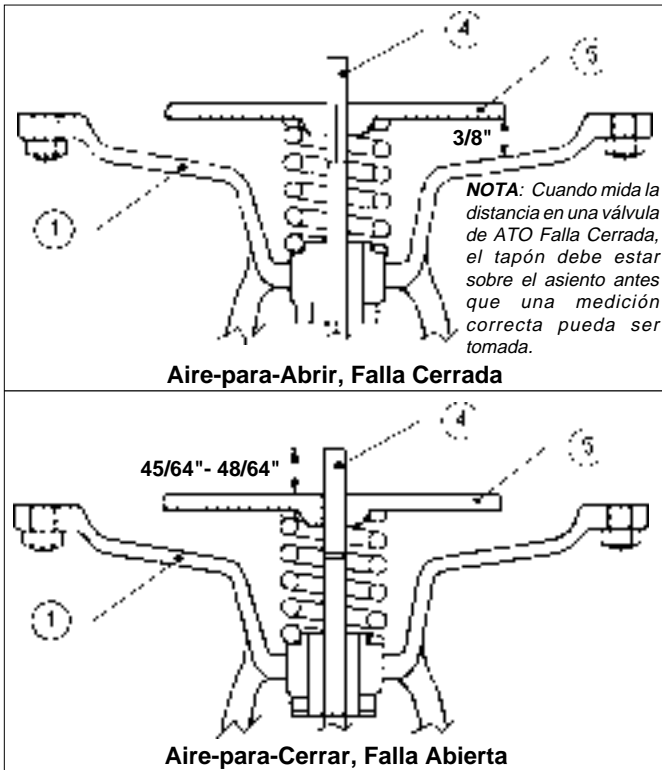

Figura 8: Calibración del Recorrido
2. Refiérase a la Figura 8 para obtener mediciones nuevas para una adecuada calibración del recorrido.
3. Instale el diafragma (7), arandela del diafragma (8) y tuerca de la arandela del diafragma (9). Apriete la tuerca (9) a 9 lb-pie (13 N-M) utilizando una llave torquímetro.
1. La calibración del correcto recorrido con respecto a la acción de la válvula requiere de la remoción del diafragma (7). Siga los procedimientos de los Pasos IV.D.1 a 3.
2. Vea la Figura 8 para dimensiones de una correcta calibración del recorrido entre el plato del diafragma (5) y el yugo (1) con respecto a la acción de falla requerida.